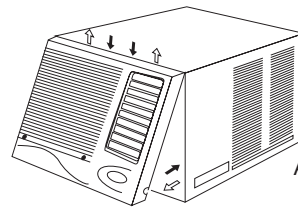

Abb. 11
2. Das Paneel leicht lösen, indem Sie es am unteren linken Ende festhalten (siehe Abb. 11 und 12).
1. Front-Paneel einbauen (siehe Abb. 11).